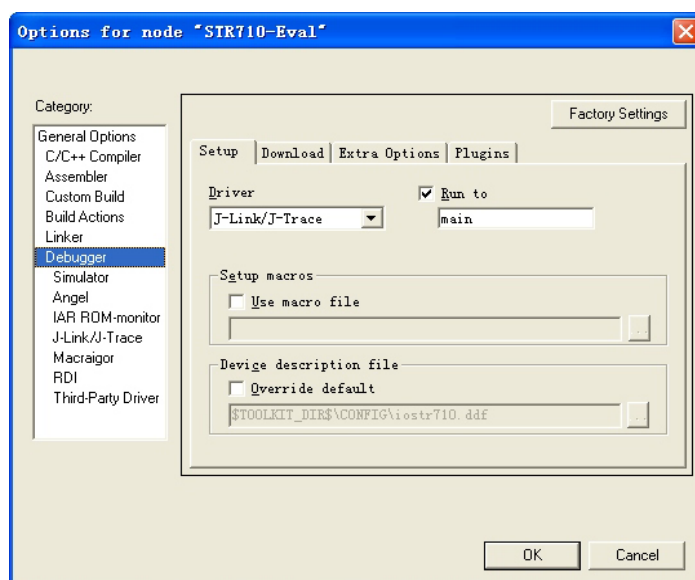

图 3-1. Debugger 选项设置
- 在 Setup 页面，在 Driver 的下拉菜单中选择 J-Link/J-Trace，同时选择 Run to main（见图 3-1）。如果用户没有购买 IAR 的 JTAG 仿真器，可选择 Simulator 模拟执行。